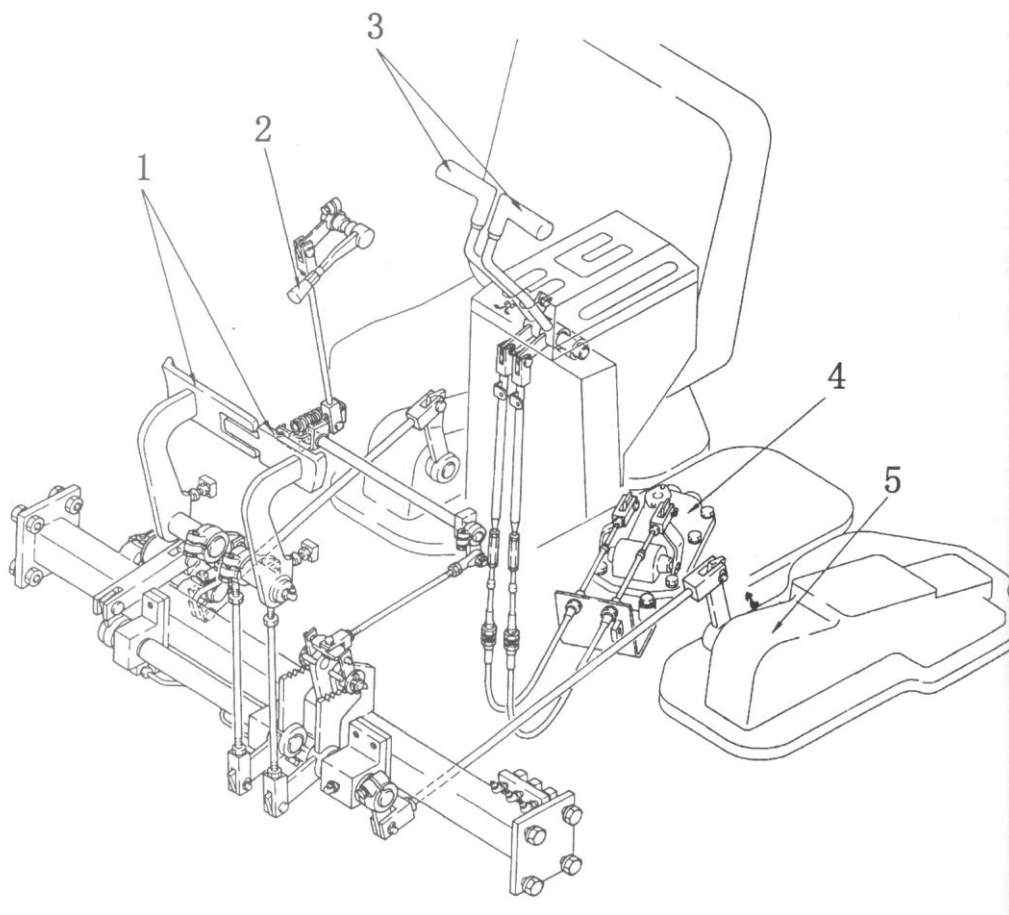

Рис. 5-44.
2. Рулевое управление (Рис. 5-44).